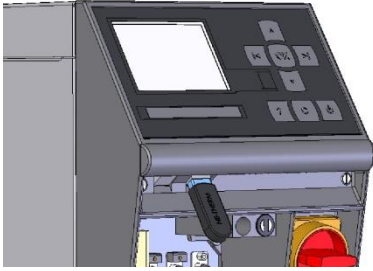

Abb. 88: Csatlakoztassa az USB adattárolót
2. Csatlakoztassa az USB adattárolót (Abb. 88).